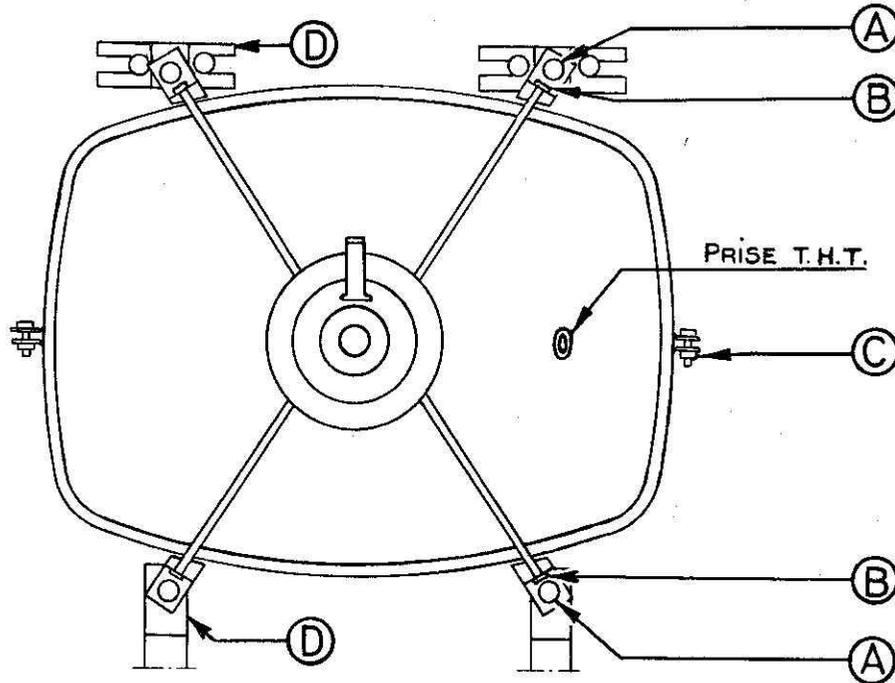

Fig. 6
**6.1.3** - Dévisser les quatre écrous A (fig. 6), sortir l'ensemble de l'ébénisterie et le poser sur un feutre, le tube étant sur la face avant.